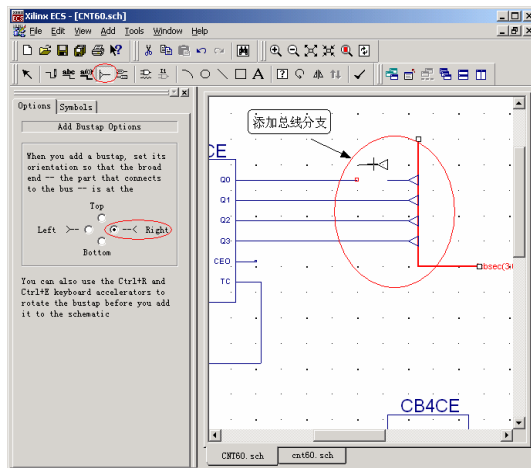

图9-10 添加总线分支
- (2) 单击按钮,为总线添加总线分支。总线分支表示总线和单根网线之间的连接转换。适当旋转总线分支方向,使总线分支的三角形连接在总线上。
- (3) 接着单击绘图工具栏中的按钮,绘制连线连接总线分支与单根信号线,如图9-10所示。